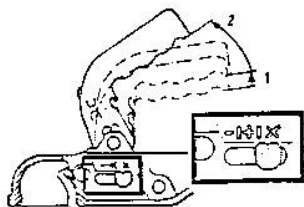

Рис. 1
3. Положение открыто служит к отсоединению или присоединению муфты на шаровую цапфу транспортного средства. Положение арретировано и контрольный индикатор находится в положении "х" (Рис.1).